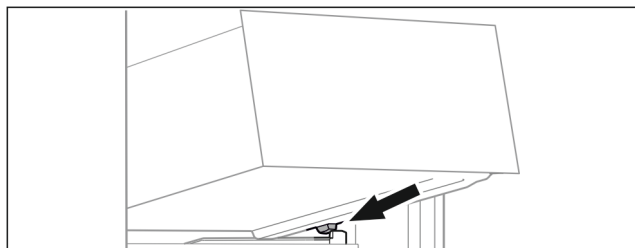

Fig. 22
- Coloque el cajón en diagonal detrás de los topes de la nervadura del contenedor Fig. 22 ().